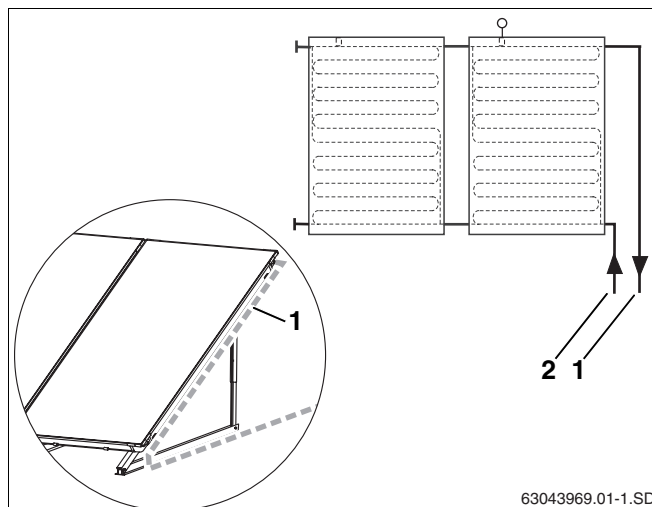

Fig. 55 Conexión de los tubos colectores al campo de colectores
- La tubería de impulsión del lugar de instalación (fig. 55, **pos. 1**) deberá discurrir a lo largo del colector y no hacia abajo en vertical.